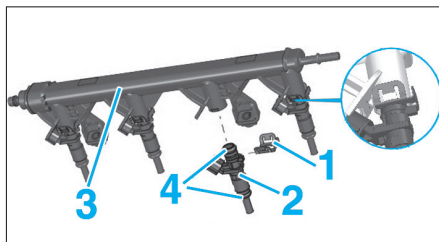

FIG. 54
- les agrafes (1) de maintien des injecteurs (2) sur la rampe (3) (Fig.54),
- les injecteurs (2),
- les joints des injecteurs (4).